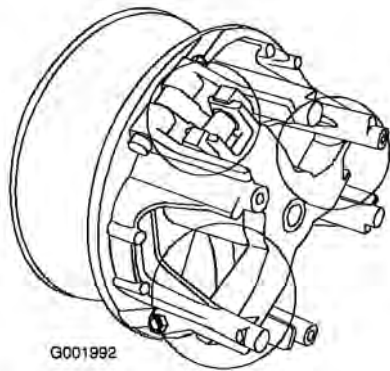

Bild 54
5. Schmieren Sie die beweglichen Teile in den Bereichen, die in Bild 54 eingekreist sind, mit Toro Dry Lubricant Spray ein. Sie erhalten den Spray von Ihrem Toro Vertragshändler oder Distributor.